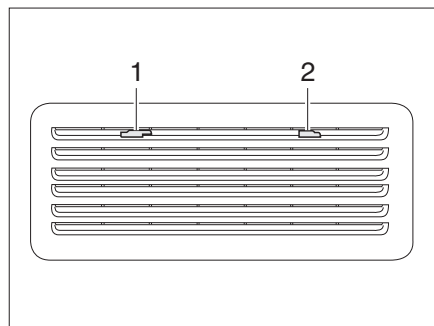
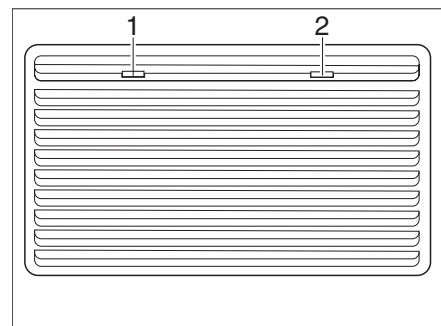

Fig. 143 Grille d'aération du réfrigérateur (Thetford petit)
Fig. 144 Grille d'aération du réfrigérateur (Thetford grand)
- Faire glisser les dispositifs de blocage (Fig. 143,1 et 2 ou Fig. 144,1 et 2) vers le centre.